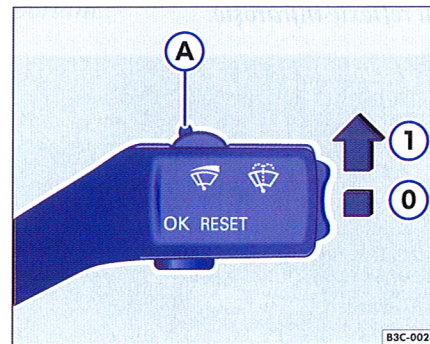

Fig. 52 Manetă pentru acționarea ștergătoarelor: Reglarea senzorului de ploaie A
– Aduceți maneta în poziția ⇒ fig. 52 ①.
– Deplasați maneta ștergătoarelor din poziția pentru ștergerea temporizată ⇒ fig. 52 ① în poziția de bază ②, pentru a dezactiva senzorul de ploaie.